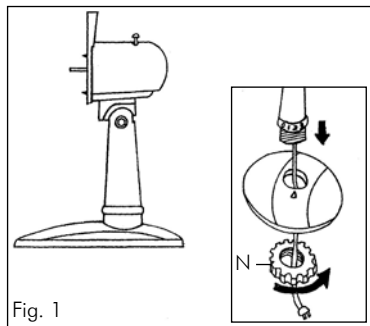

Fig. 1
- Verwijder de moer «N» voor de bevestiging van de voetplaat door deze tegen de klok in los te draaien van de voet «K» (Fig. 1 en Fig. 2).